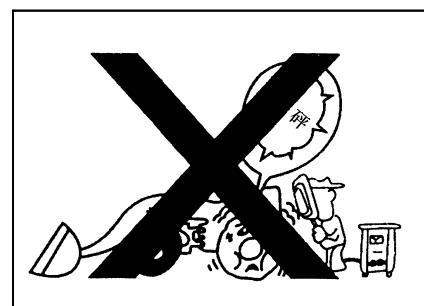

Рис.2-16
- При работе по электросварке около шины, должно обратить особое внимание ввиду возможности взрыва шины. (Рис.2-16)